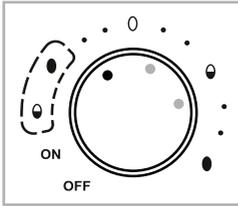

Fig. 2
- Seleccione el punto **izquierdo** del rango de ajuste que corresponda (consulte la fig. 2) en los siguientes casos: